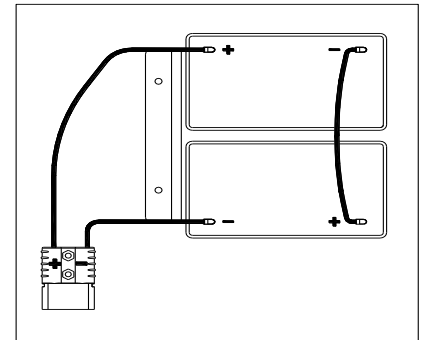

Figura 3
La máquina requiere baterías 12V, conectadas como en la Figura 3.
6. Abra la tapa del depósito de recogida (4) y compruebe si el depósito de recogida (3) está vacío; de lo contrario vacíelo mediante la manguera de desagüe (15).
7. Cierre la tapa del depósito de recogida (4).
8. Vuelque el depósito de recogida con cuidado (3).
10. Pase e instale el cable de las baterías como se indica (en la Figura 3), luego apriete cuidadosamente la tuerca en cada uno de los terminales de la batería.
12. Baje con cuidado el depósito de recogida (3).